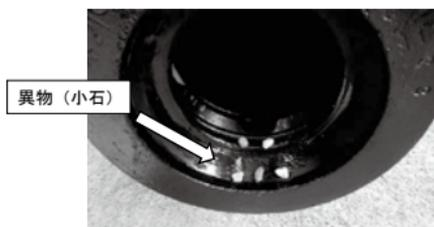
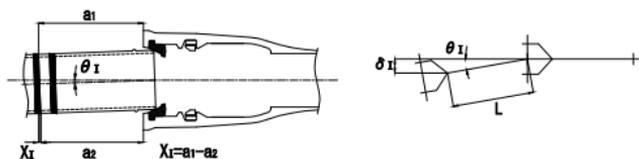

図15 異物が挟まった場合の例
図16 曲げ挿入できる角度(θ_1)と偏位(δ_1)
- (1) 管をクレーンなどで吊った状態にして挿し口を受口に預ける。この時、ゴム輪や挿し口に石や木片などの異物が付着しないようにする(図15)。また、2本の管の曲げ角度が 2° 以内となるようにする(図16および表5)。 2° より大きく屈曲した状態で挿入すると、ゴム輪がずれたり、挿し口先端がロックリングに引っかかったりして接合できなくなる場合がある。ライナを装着した直管受口に接合する場合はまっすぐに接合すること。